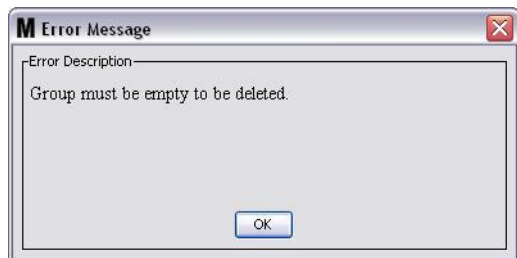

Рис. 96
- а. Если в папке группы находятся цистерны и/или расходомеры, появится окно «Error Message» [Сообщение об ошибке] (Рис. 96), напоминая о том, что можно удалять только пустую папку. Нажмите кнопку «OK» [ОК], чтобы закрыть окно и сохранить изменения.